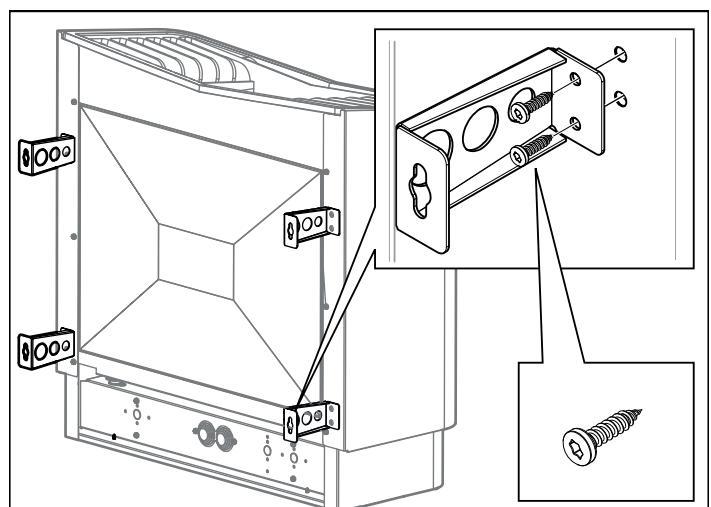

Afbeelding 10: elektra-aansluiting
- Sluit de elektriciteitskabel (zie afbeelding 10) volgens het bedradingsschema (zie het gedeelte Aansluit- en bedradingsschema, afbeeldingen 17-24).